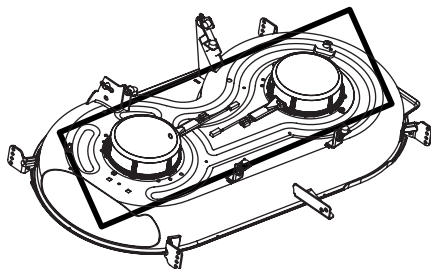

Figura 29
- No utilice agua sobre ninguna parte del tractor (Figura 29). Ello podría dañar los componentes eléctricos y los motores del tractor. Podrá mantener el tractor limpio mediante el uso de aire comprimido y/o soplador de hojas o cepillo, esponja húmeda o trapo.